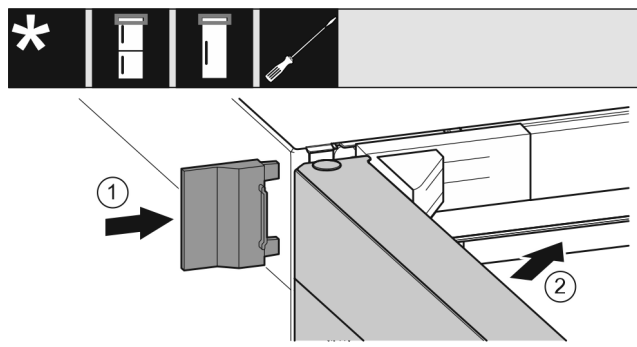

Fig. 20
- ▶ Äußere Abdeckung Fig. 20 (1) aufschieben.
- ▶ Obere Tür Fig. 20 (2) schließen.